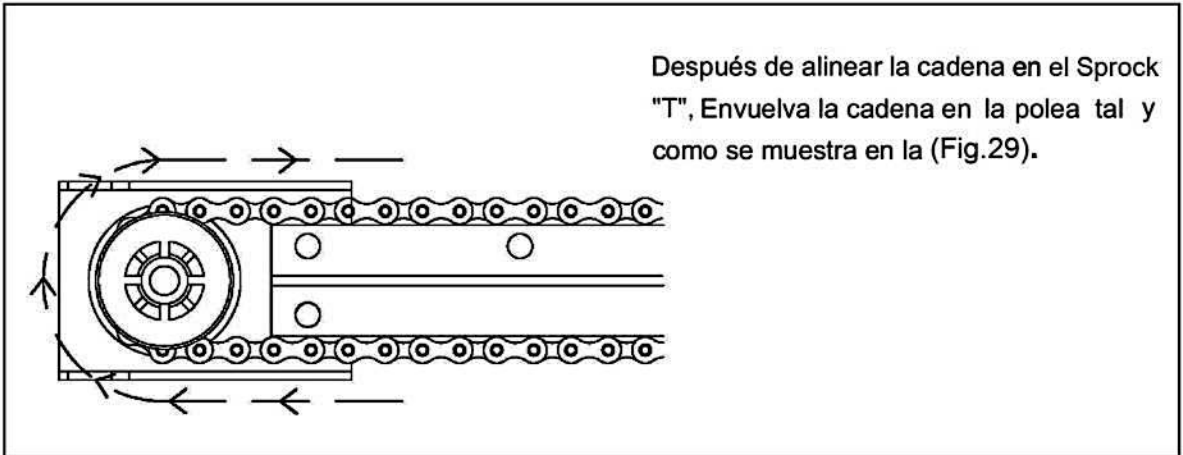

Fig.29
**5.14.-Alineando la Cadena en la Polea (Fig.29).**